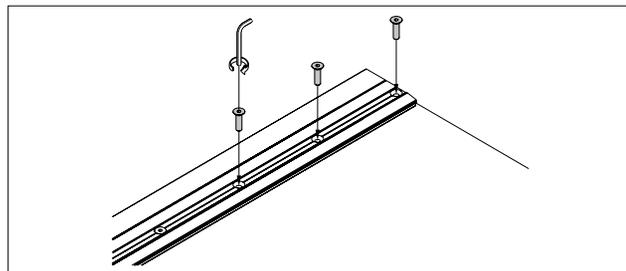

Abb. 10 Türschiene festziehen
6. Obere und untere Türschiene vorsichtig festziehen (Abb. 10). Anzugsmoment von 15 Nm einhalten.